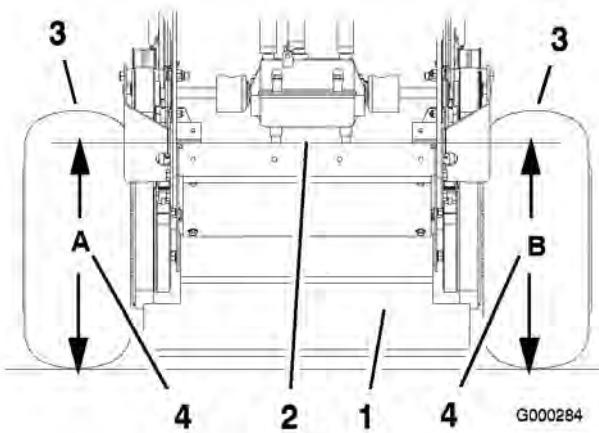

Figura 73
- Mida la altura de la plataforma del motor en la posición A (Figura 73).
5. Mida la altura de la plataforma del motor en la posición **B** (Figura 73).